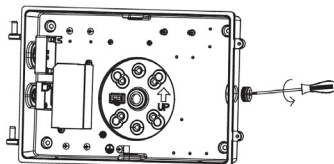
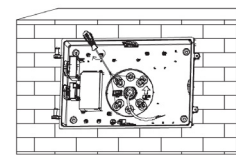

Fig. 2.5
Fig. 2.6
5. Retirer le bouchon (Fig. 2.5) et fixer la plaque de montage à l'aide de vis. (Fig. 2.6)